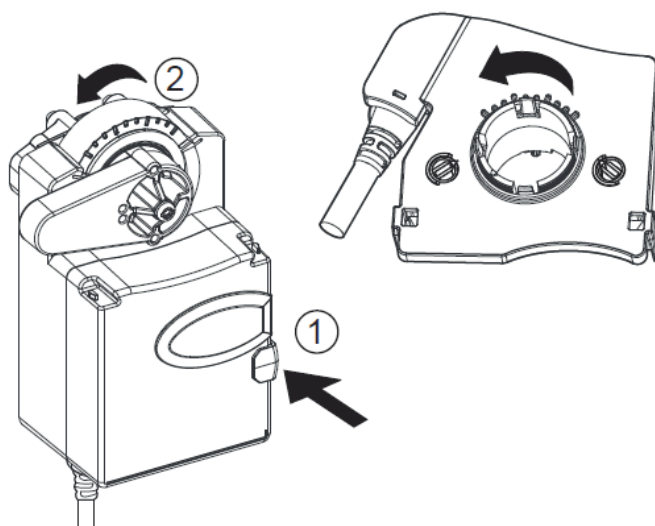

Figure 13 : Préparation du kit
1. Débrayer le moteur et faire pivoter l'axe dans le sens anti-horaire pour l'amener en butée. Faire également pivoter l'axe du kit dans le sens anti-horaire jusqu'à l'amener en butée (Figure 13).